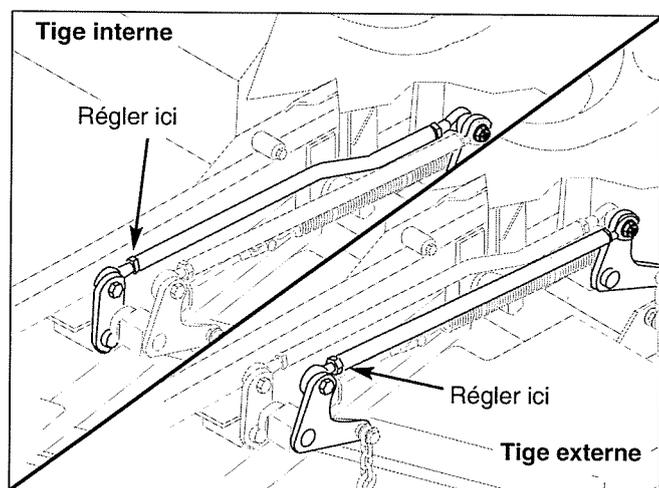

Figure 51. Réglage des tiges de levage interne et externe
8. Consulter la figure 51. Pour régler la tige de levage interne, desserrer le contre-écrou sur le joint sphérique avant, puis retirer la quincaillerie de 1/2" fixant le joint sphérique au bras de pivot de levage. Tourner le joint sphérique dans le sens des aiguilles d'une montre pour raccourcir la distance entre les pivots de tige ou dans le sens contraire pour rallonger la distance entre les pivots de tige. Remonter le joint sphérique sur le bras de pivot de levage et fixer avec la quincaillerie de 1/2" préalablement retirée. Serrer le contre-écrou contre la tige de levage.
9. Consulter la figure 51. Pour régler la tige de levage externe, desserrer le contre-écrou sur le joint sphérique avant, puis retirer la quincaillerie de 1/2" fixant le joint sphérique au bras de pivot de levage. Tourner le joint sphérique dans le sens des aiguilles d'une montre pour raccourcir la distance entre les pivots de tige ou dans le sens contraire pour rallonger la distance entre les pivots de tige. Remonter le joint sphérique sur le bras de pivot de levage et fixer avec la quincaillerie de 1/2" préalablement retirée. Serrer le contre-écrou contre la tige de levage.